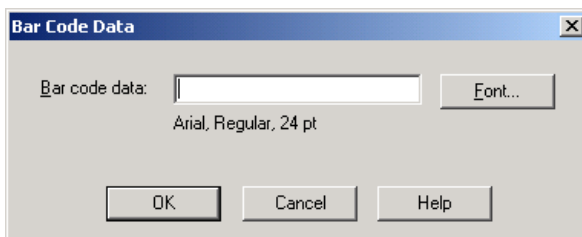

Abbildung 8-1. Dialogfeld „Strichcodedaten“
3. Wählen Sie im Menü Objekt die Option **Öffnen** aus oder doppelklicken Sie auf das Objekt. Das Dialogfeld „Strichcodedaten“ (Abbildung 8-1 auf Seite 8-2) wird angezeigt.